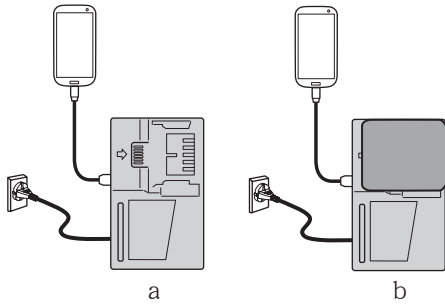

图24
- 将USB设备插入插座进行充电。(图24-a)
- 将USB设备和电池插入插座进行充电。(图24-b)